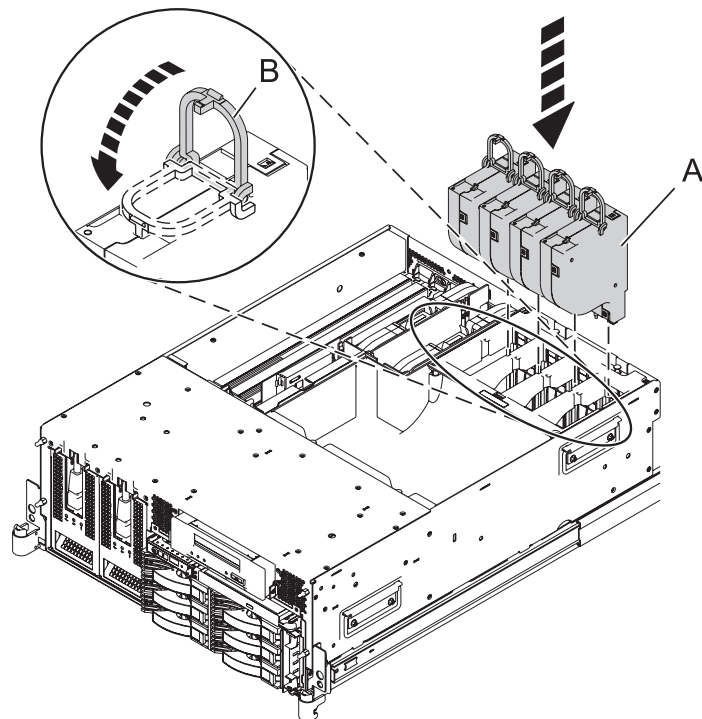

Figure 25. Remplacement des ventilateurs
8. Remplacez les ventilateurs (A) et sécurisez chacun des taquets d'extraction (B) comme illustré à la figure 25.